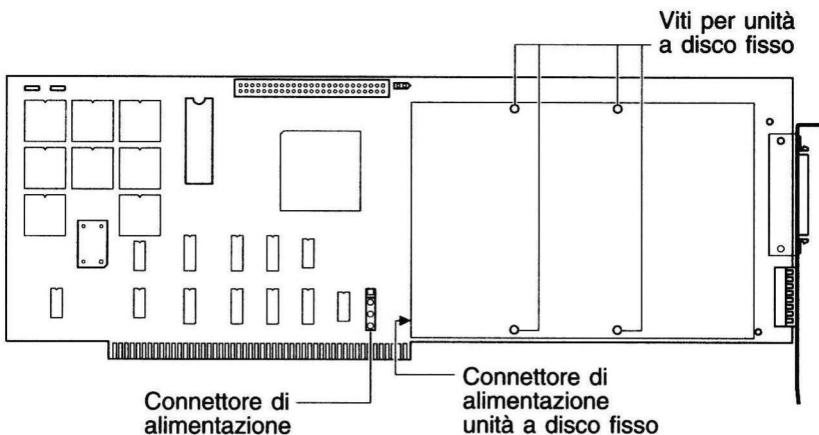

Figura 3. Installazione unità a disco fisso su scheda
2. Togliere le quattro viti e i dadi dell'unità a disco fisso sulla scheda, illustrata in Figura 3.